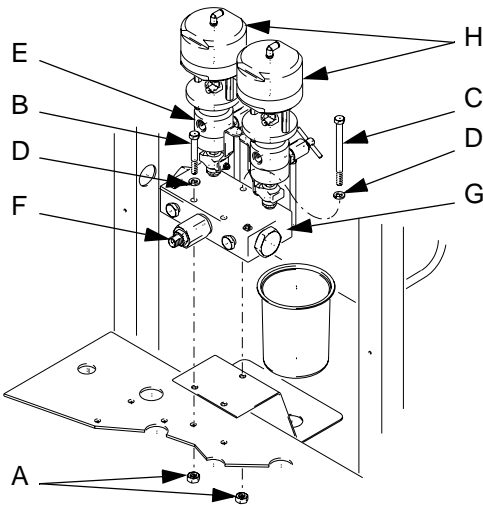

FIG. 1
1. Desconecte las líneas de suministro de fluido de las entradas de la válvula dosificadora (E). FIG. 1.
2. Desconecte el tubo neumático de las válvulas dosificadoras (H).
3. Desconecte la manguera del material mezclado de la salida del colector de mezcla (F).
5. Retire las tuercas (A), los tornillos (B, C) y las arandelas de seguridad (D).
6. Desmonte el colector de la válvula dosificadora (G).